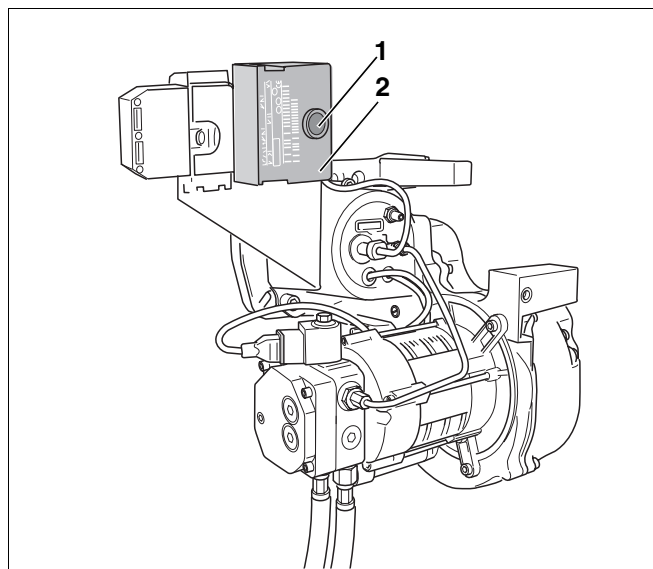

Рис. 13 Кнопка подавления помех и сигнальная лампа
кнопки подавления помех (рис. 13,
- Нажать кнопку подавления помех (рис. 13, поз. 1), горелка переходит в стартовый или рабочий режим.
- Нажмите кнопку подавления помех (рис. 13, поз. 1, стр. 17).